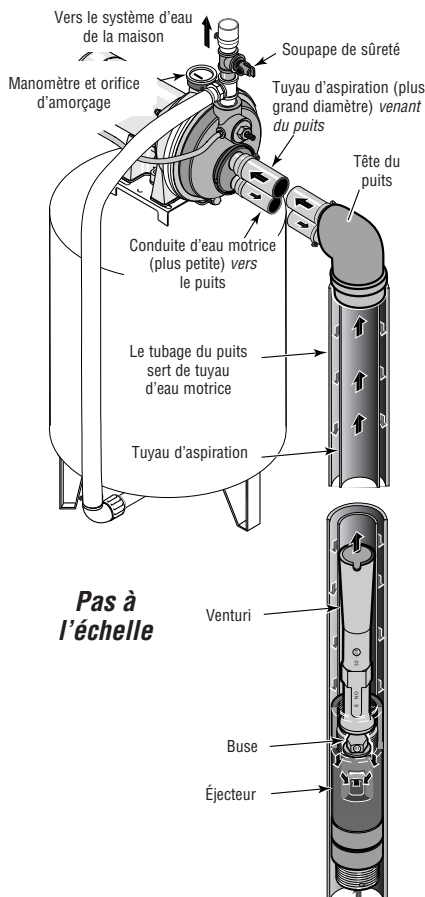

Figure 11 : Puits profond de 2 pouces (à un seul tuyau)
Puits de 2 pouces (Figure 11)
3. Assembler le nécessaire d'éjecteur FP4840 (vendu séparément), la tuyauterie du puits et l'adaptateur de la tête du puits conformément aux instructions fournies avec l'éjecteur. Voir la Figure 11. Utiliser un tuyau de descente galvanisé muni de raccords usinés pour assurer un débit adéquat. Suivre les instructions fournies avec le nécessaire de façon à assortir la buse et le venturi aux conditions du puits.